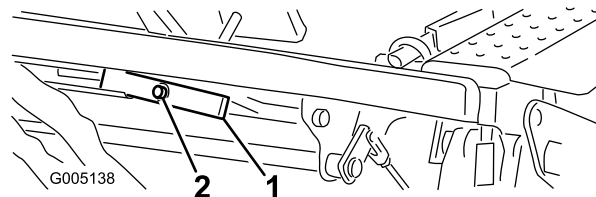

Figura 45
1. Desaperte a porca no lado posterior da articulação de elevação (Figura 45).
2. Rode o parafuso excêntrico (Figura 45) para subir ou descer a mola da articulação de elevação, nivelando a articulação de elevação e os pedais.